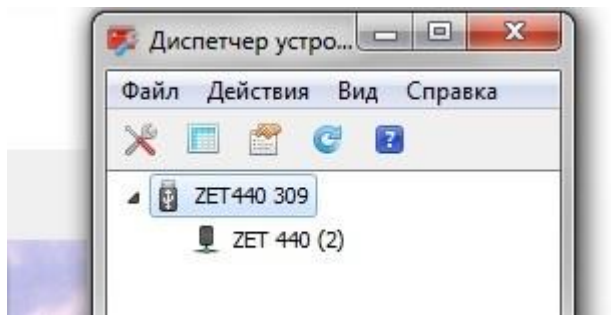

Рисунок 8. Вид панели «Диспетчер устройств»
- в диспетчере устройств выбрать усилитель ZET 440 (рис. 8)